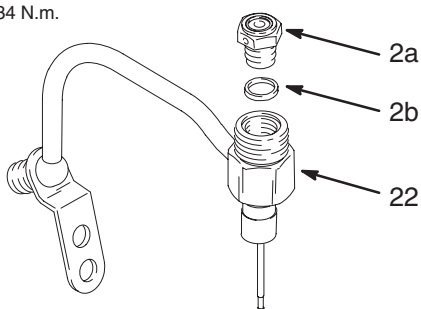

Fig. 15 03977
3. Coloque la junta (2b) en el asiento de la válvula (2a). Engrase las roscas del asiento de la válvula (2a). Atornille éste en el alojamiento de fluido (22). Realice un par de apriete de 27–34 N.m. Vea la Fig. 15.